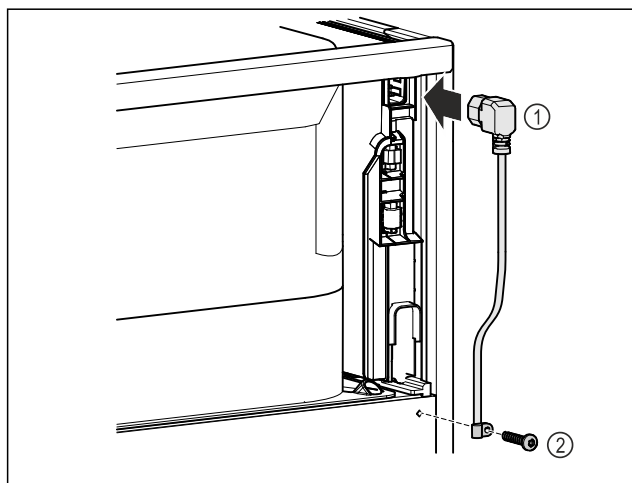

Fig. 11
- Sätt i nätkabelns apparatkontakt Fig. 11 (1) på apparatens baksida.
- Montera dragavlastning. Fig. 11 (2)